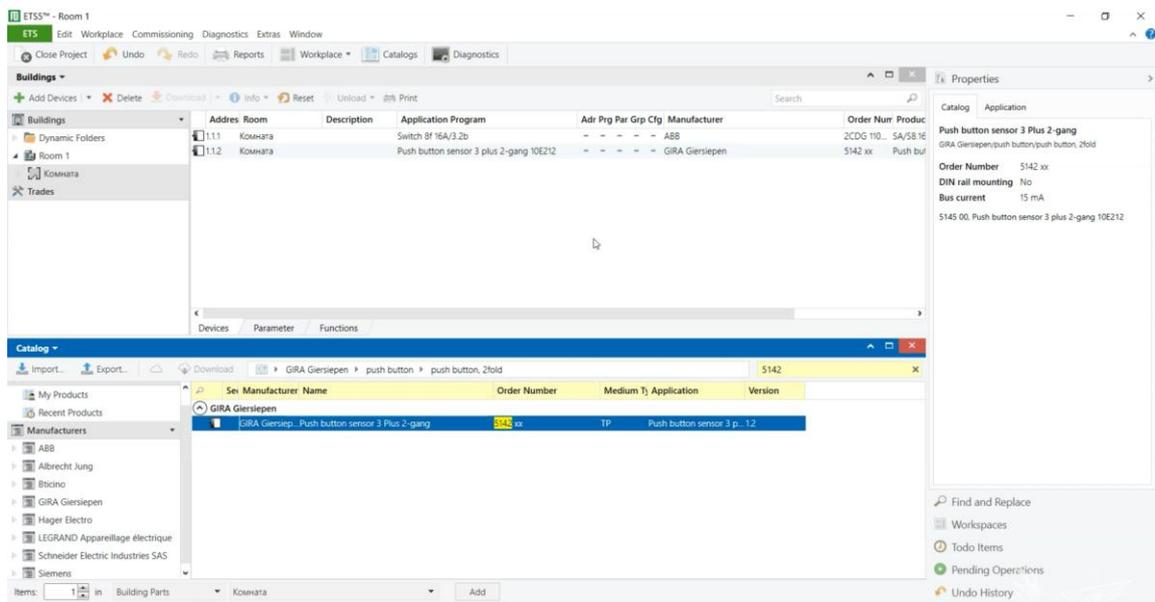

Рисунок 3 – Добавление актуаторов для подключения/отключения всех групп и рум-контроллера для отправления команд на управляющие устройства
4. С помощью этой системы будет осуществляться управление освещением и розеточными группами. Добавляем актуатор, который будет подключать/отключать все эти группы, и рум-контроллер, который будет посылать команды на управляющее устройство. Чтобы добавить оборудование в комнату, нужно перетянуть его в соответствующее поле из каталога (рис. 3).